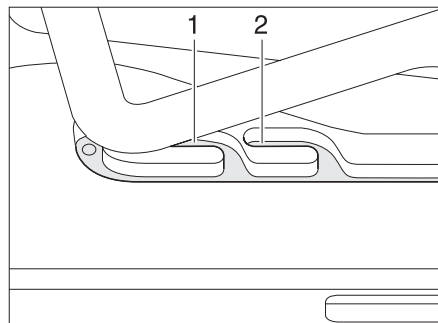
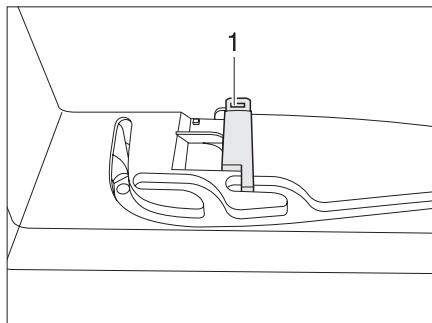

Fig. 35 Oblò Heki in posizione di ricircolo d'aria
Fig. 36 Bloccaggio della posizione di ricircolo d'aria
È possibile portare l'oblò Heki in due posizioni di ricircolo d'aria: Posizione brutto tempo (Fig. 35,1) e posizione centrale (Fig. 35,2). A seconda del modello è possibile bloccare l'oblò nella posizione centrale con il chiavistello (Fig. 36,1).
- ▶ Premere la staffa leggermente verso l'alto, spingerla nella guida selezionata (Fig. 35,1 o 2) ed eventualmente bloccarla.